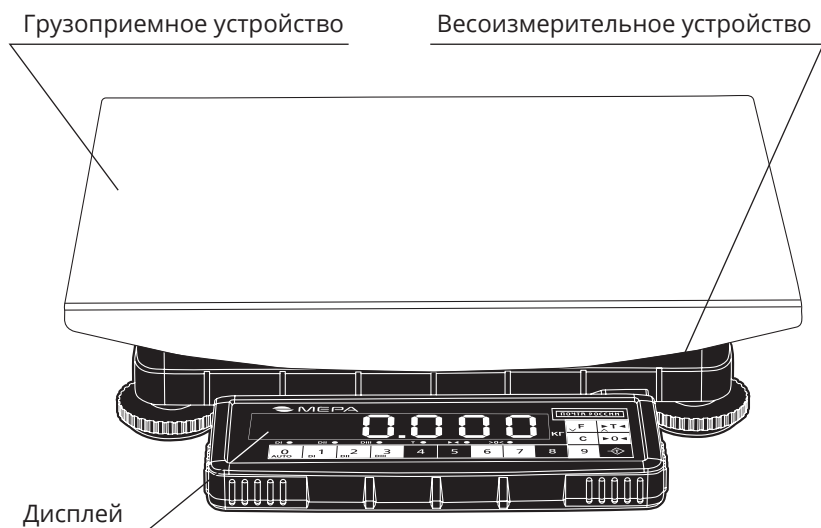

Рисунок 1 - Общий вид весов
**3.1. Конструктивно весы состоят (Рисунок 1)** из грузоприемного и весоизмерительного устройств. Весоизмерительное устройство содержит весоизмерительный датчик, устройство обработки результатов измерений, генерируемых датчиком и терминал.